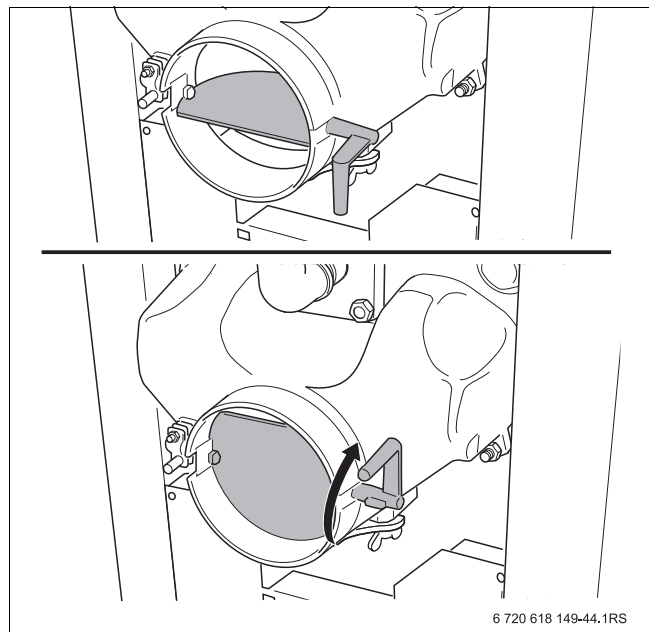

Fig. 14 Válvula de gases queimados (aberta para cima; fechada para baixo)
- ▶ Para reduzir a formação de fumo no local de instalação durante o reabastecimento, abrir a válvula de gases queimados (→ fig. 14 para cima).
- ▶ Fechar a porta para enchimento [1] e a válvula de gases queimados (→ fig. 14 para baixo).